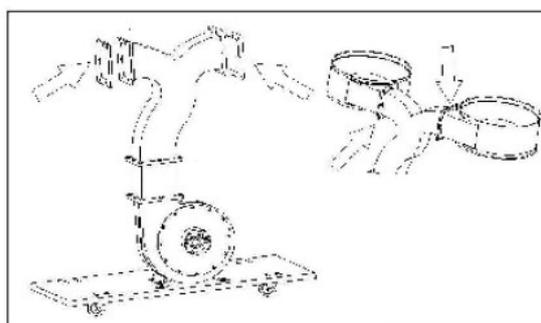

Fig 5
Installera sedan de två uppsamlarna (C) och två packningar (I) till uttaget som visas i Fig 5.